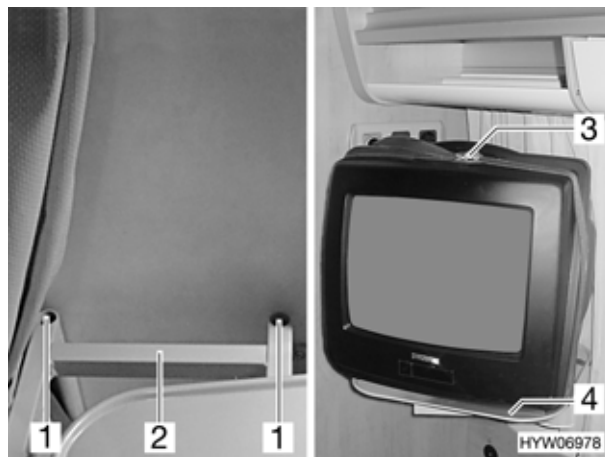

Fig. 65 Televisore
- Infilare la tiranteria (Fig. 65,2) della base di appoggio (Fig. 65,4) nel supporto (Fig. 65,1).
- Collocare il televisore sulla base e fissarlo con la cintura di arresto (Fig. 65,3).